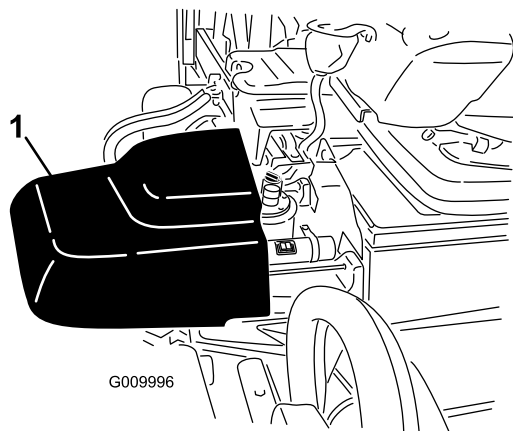

図 16
2. タンクのカバーの外側の端をかるく持ち上げて引き出すと油圧タンクのシュラウドの下から補給管とキャップが現れる 図 16。